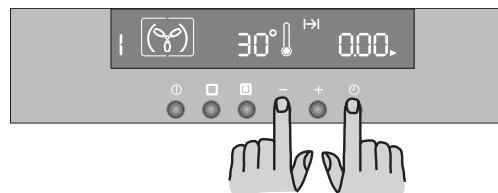

Рис. 13
- Нажимайте кнопку “—”, для уменьшения времени до тех пор, пока на дисплее не высветится “0.00” (Рис. 13).